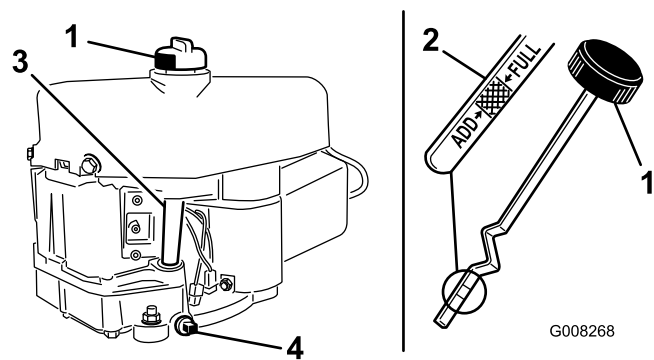

Figure 24
7. Nettoyez la surface autour de la jauge d'huile (Figure 24) pour éviter que des impuretés ne s'introduisent dans le goulot de remplissage, ce qui risquerait d'endommager le moteur.
8. Retirez la jauge d'huile et essuyez soigneusement l'extrémité métallique (Figure 24).
9. Revissez la jauge complètement dans le goulot de remplissage (Figure 24).